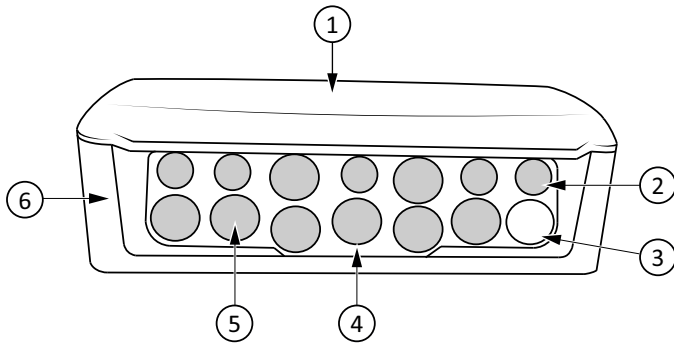

Figure 1: 1: Låg, 2: Kabelgennemføringssamling, 3: LED, 4: Kabelgennemføring, 5: Blød del af kabelgennemføring, 6: Kabinet
1. Lav et hul, der er mindre end kabeldiametere, gennem den bløde del af kabelgennemføringen (se Figure 1) med en rund genstand, f. eks. en stjerneskruetrækker eller en syl.
1. Monter spjældenheden på et stabilt, vibrationsfrit underlag. Den kan monteres vandret med låget opad (nr. 1 i Figure 1) eller lodret, så kabelgennemføringssamlingen (pos. 2 i Figure 1) på enheden peger nedad.